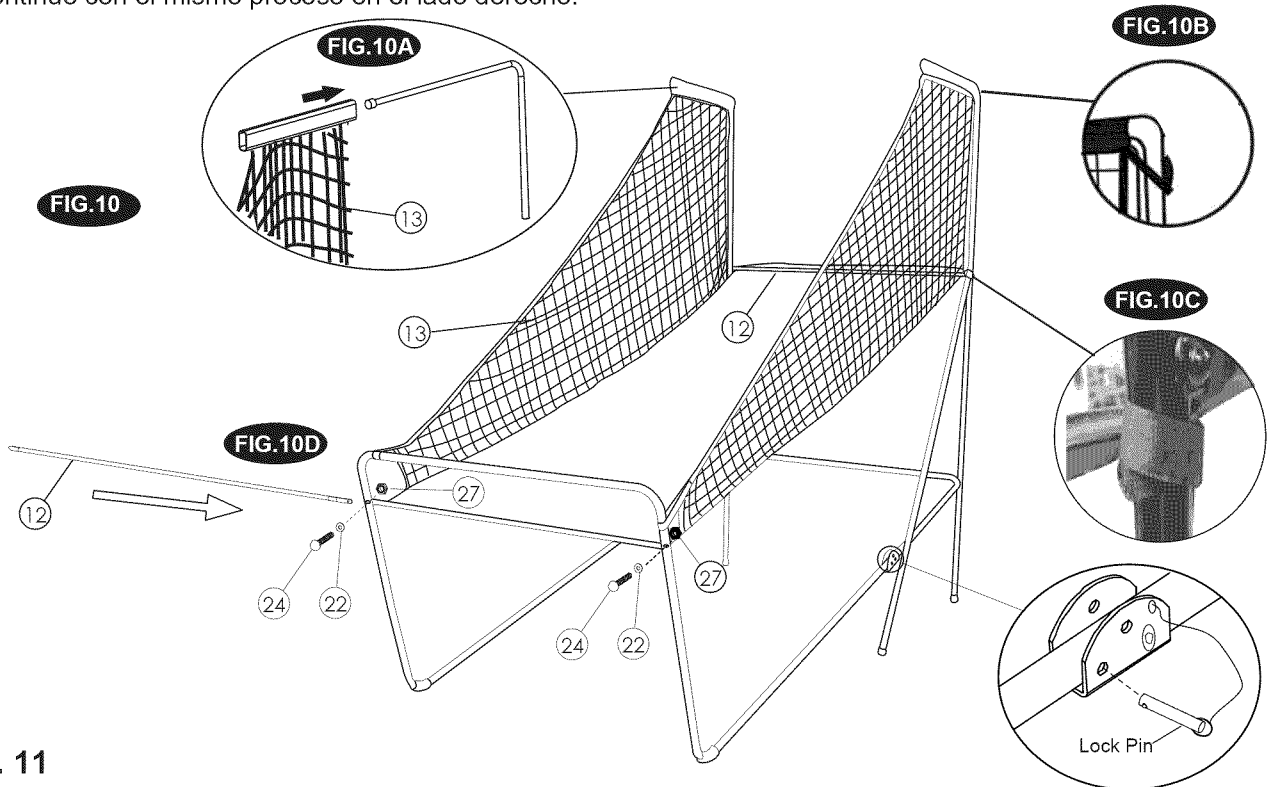

FIG. 11
- 15. Con la ayuda del otro adulto, Fije el Tablero de la Canasta (#21) al Tubo de Colgador de Red (#1) usando Pernos (#25), Arandelas (#22) y Tuercas (#27) como indicado en FIG11A. En cada orificio que están en la parte inferior del tablero de la canasta, fije las etiquetas de la Rampa (#13) usando Tornillos (#25) y fíjelo con las Arandelas (#22) y Tuercas (#27) como se muestra en FIG11 B.